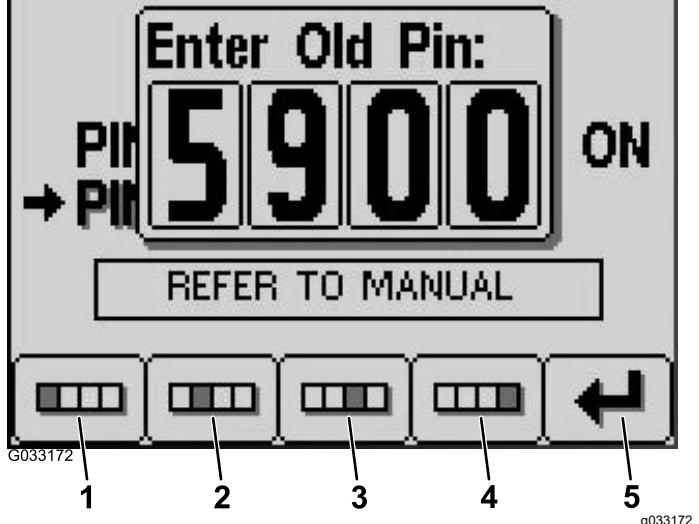

Figura 15
6. Introduza o PIN antigo utilizando os botões 1 a 4 e prima o botão 5 quando concluir o PIN (Figura 15).